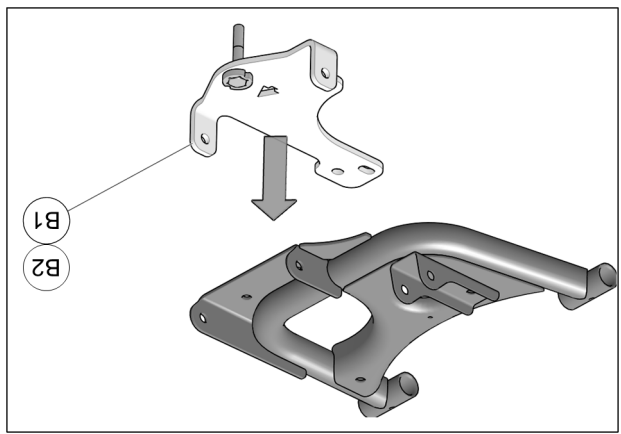

Fig. 7
6. Positionner l'ancrage anti-rotation (B1-B2) en-dessous du bras de suspension inférieur. Voir Fig. 7